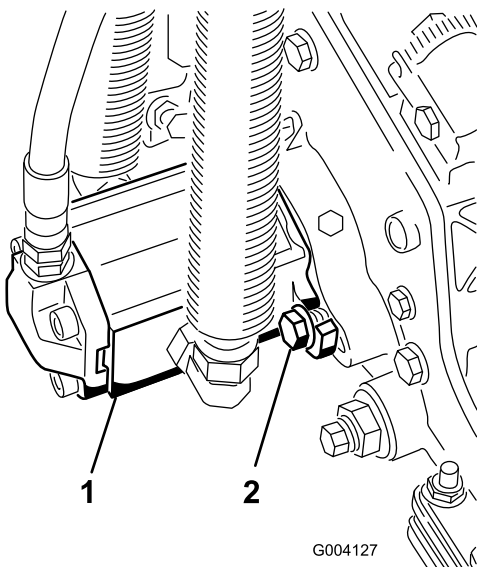

図 13
- モータを手を持ち、右回りにひねってモータのフランジをボルトから逃がしながら、キャップスクリューにモータをセットする(図 13)。